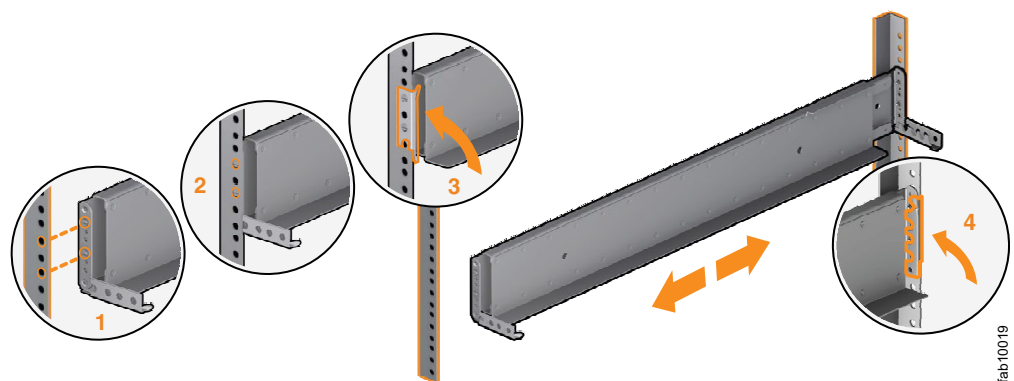

Abbildung 39. Scharnierhalterungen schließen
9. Schließen Sie die hintere Scharnierhalterung, um die Schiene am Flansch des Rackschranks zu befestigen. (Siehe Abb. 39.)
11. Schließen Sie die vordere Scharnierhalterung, um die Schiene am Flansch des Rackschranks zu befestigen. (Siehe Abb. 39.)